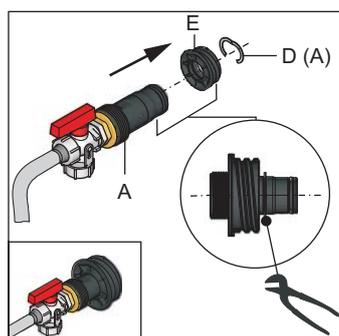

Fig. 6-3 Completar la conexión de llenado KFE
- Colocar la conexión de llenado KFE en la pieza roscada (fig. 6-3, pos. E) y asegurar con la pieza de sujeción (fig. 6-3, pos. D).